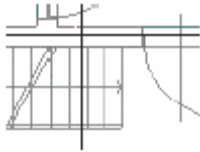

Рис. 1.4-5
- переместите крестовидный курсор на рабочей площади над лестницу 1.NP/1.НЭ (Рис. 1.4-5).